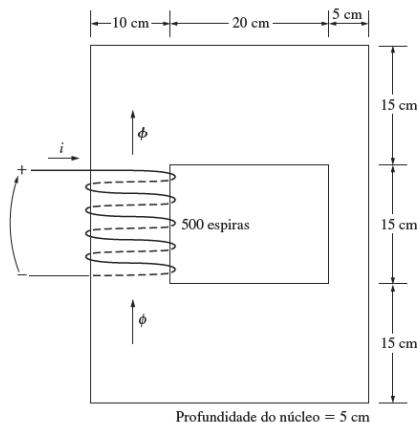

Figura 1
1. Considere o núcleo magnético da Figura 1 e calcule a) o valor da corrente que produzirá um fluxo de $0.005Wb$; b) considerando essa corrente, determine o valor de B na perna superior e na perna direita do núcleo. (Considere a permeabilidade relativa do núcleo como 800).